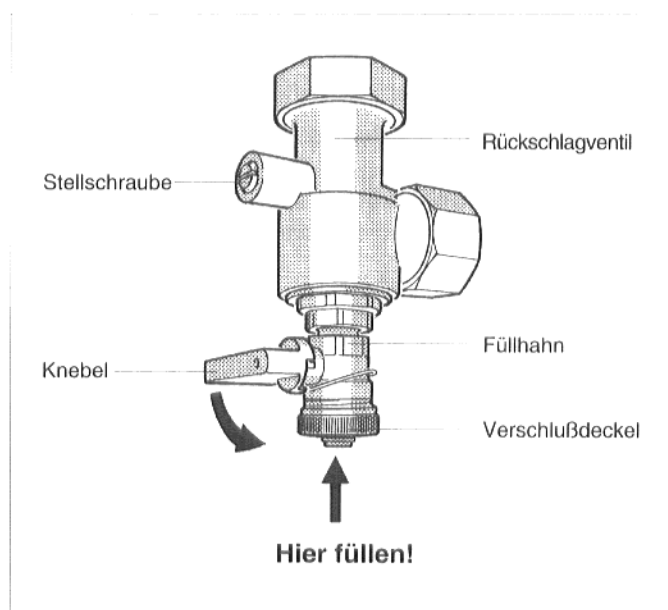

Abb. 10: Rückschlagventil mit Füllhahn
- Schraubenschlitz der Stellschraube des Rückschlagventils in senkrechte Stellung (immer geöffnet) bringen (Abb. 10).
- Verschlußdeckel des Füllhahns abschrauben, Füllschlauch aufschrauben und Knebel des Füllhahns in senkrechte Stellung bringen (Öffnen) (Abb. 10).
- **Schraubenschlitz der Stellschraube des Rückschlagventils in waagerechte Stellung (Betriebszustand) bringen (Abb. 10).**